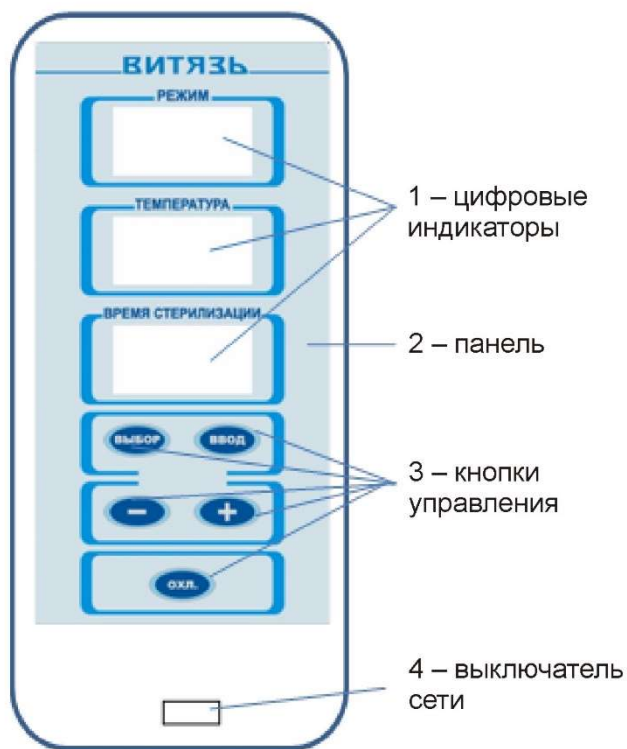

Рисунок 2
Блок управления А1 с микропроцессорным управлением предназначен для автоматического управления, регулирования, контроля процесса стерилизации, коммутации и распределения сетевого напряжения. На панель блока управления (рисунок 2) выведены следующие органы управления и индикации:
3.2.14. Отключить стерилизатор от сети выключателем СЕТЬ (рисунок 2).